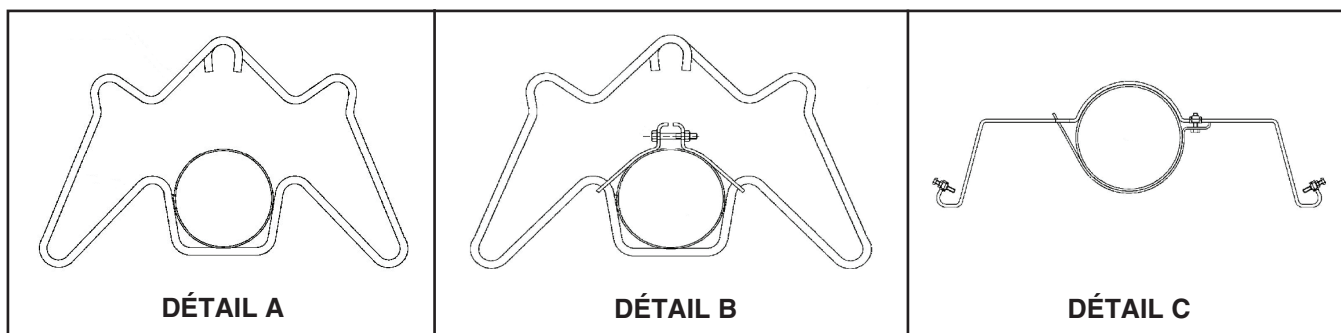

Figure 13. Installation de ferrure de suspension et ferrure de réflecteur
- Faites glisser les ferrures de suspension (voir Figure 13, DÉTAIL A) sur l'assemblage du tube émetteur et positionnez-les conformément à la section CONFIGURATIONS DU SYSTÈME.
- Installez la sangle du tube (voir Figure 13, DÉTAIL B) sur le ferrure de suspension qui sera le plus proche de l'armoire du brûleur :
- Installer les ferrures de réflecteur (voir Figure 13, DÉTAIL C) :